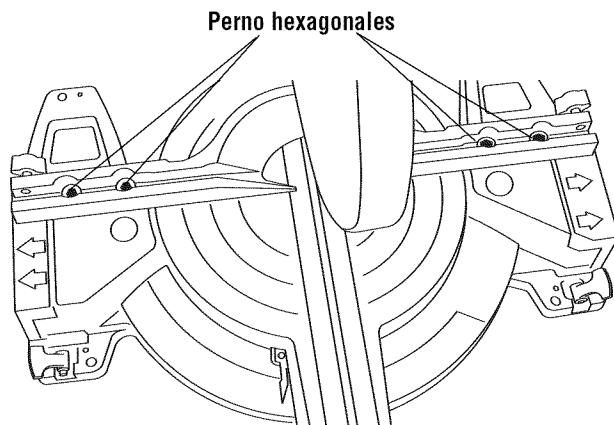

Figura 10. Ajuste del tope-guía
- Use la llave universal (suministrada) y afloje los cuatro (4) perno hexagonales ubicados detrás del tope-guía (Figura 10).